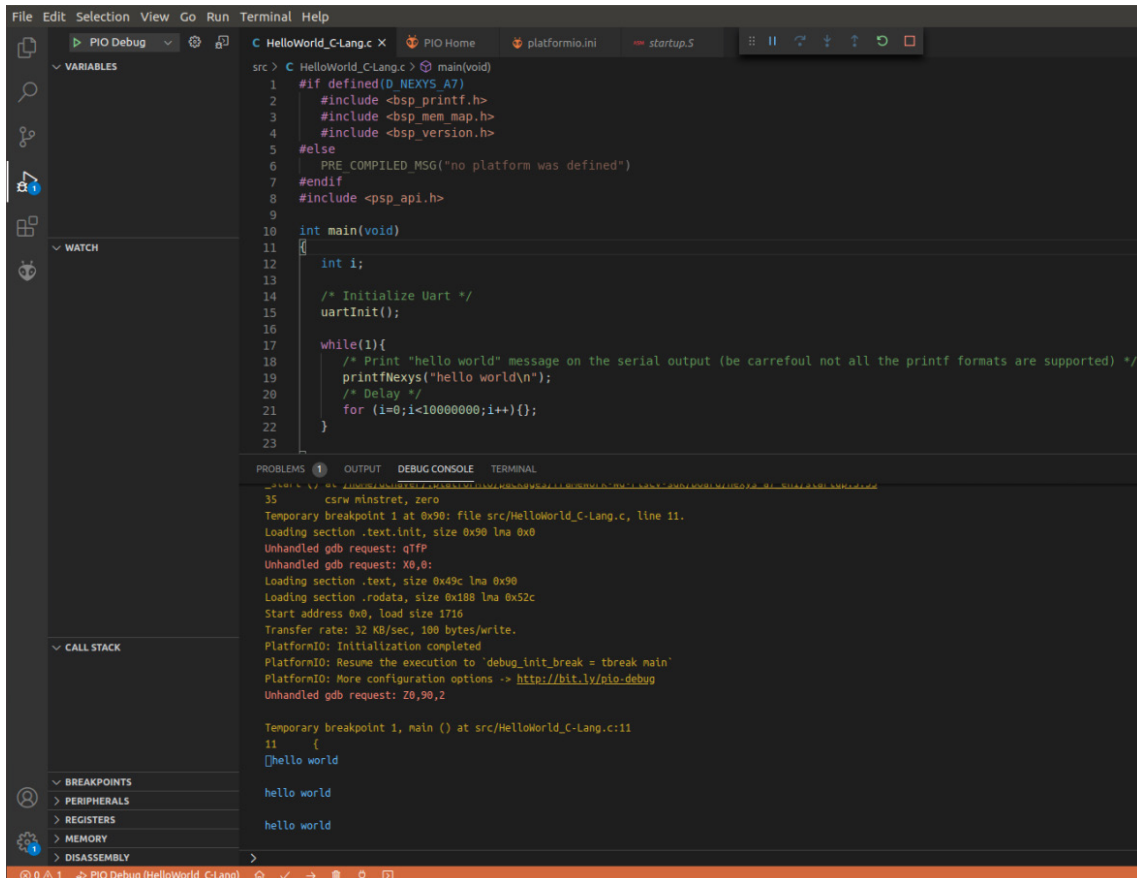

图92. 在Whisper中执行HelloWorld_C-Lang示例
5. 如果程序在Whisper中使用`printfNexys`函数，例如HelloWorld_C-Lang示例（第6.F部分），则不应打开PlatformIO串行监视器，因为消息将显示在调试控制台中（参见图92）。